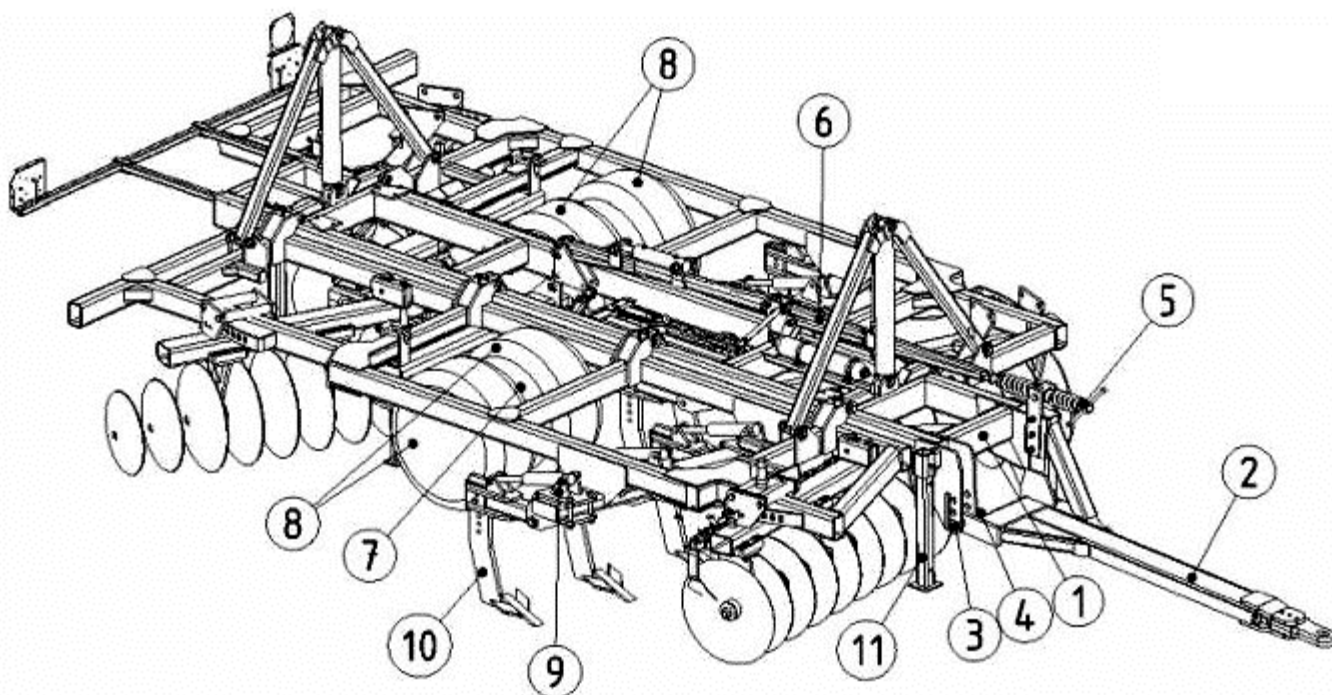

Рисунок 1.
- Установить кронштейны крепления (9) (рис. 1) лаповых стоек.
- Установить лаповые стойки (10) (рис. 1).